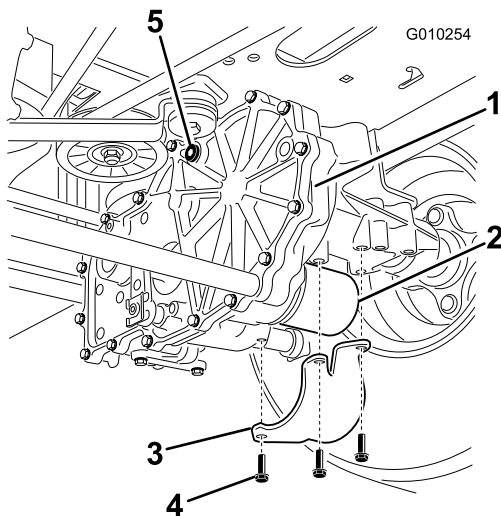

Figure 49
2. Localisez le filtre et les protections sur chaque transmission de la boîte-pont (Figure 49). Retirez les trois vis de fixation de la protection et enlevez la protection.